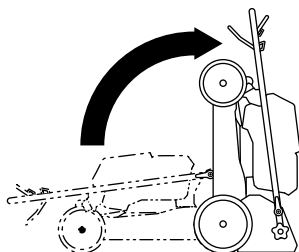

Figure 16
5. Levez l'avant de la machine par le guidon et amenez-la dans un lieu de remisage (Figure 16).